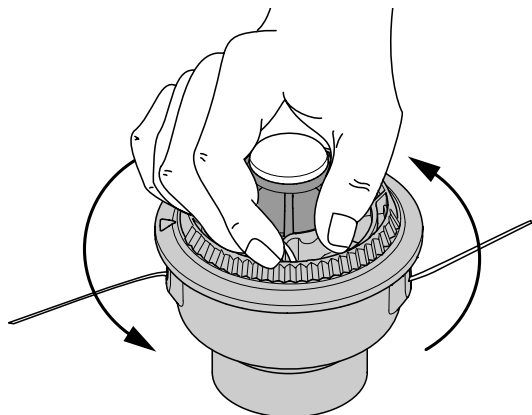

Fig. 18
- Sostenga la bobina exterior. Bobine el carrete interior en sentido antihorario hasta que queden alrededor de 102 mm (4 pulgadas) de línea (Fig. 18).